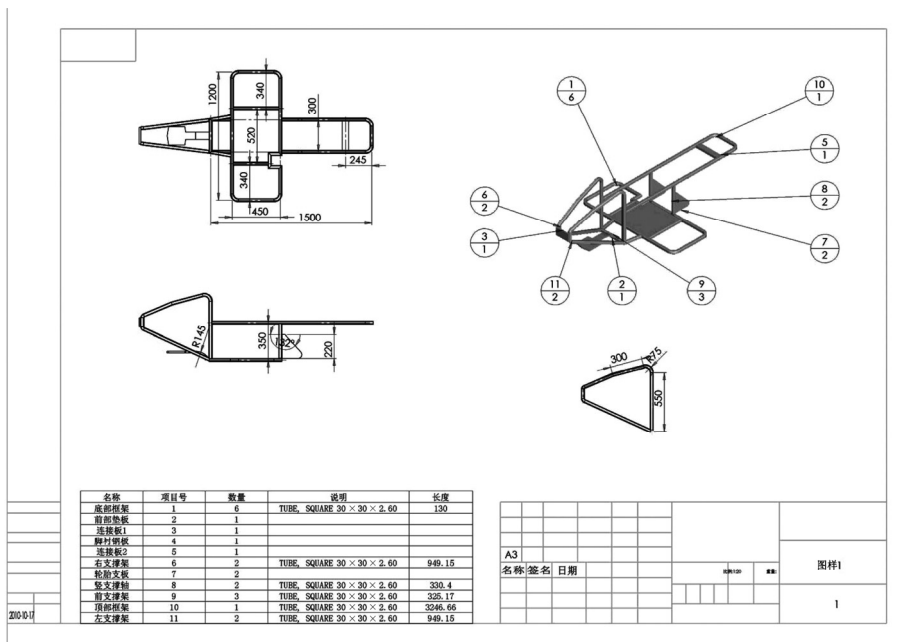

图 9-88 沙滩车车架焊接件工程图
(3) 打开本书提供的素材文件“9.LX.3SC.sldprt”，如图 9-87a 所示，创建如图 9-87b 所示的沙滩车车架焊接件模型和其工程图（图 9-88）。